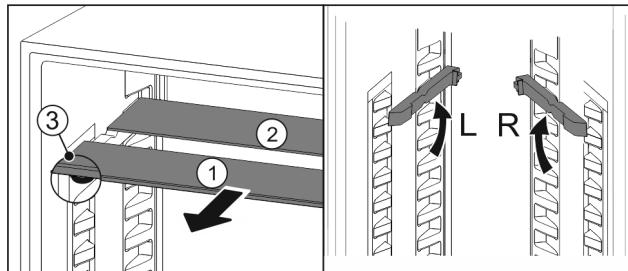

Fig. 107
- По одной извлеките Fig. 107 (1) стеклянные панели движением вперед.
- Стеклянная панель Fig. 107 (1) с декоративной планкой лежит спереди.
- Стопоры Fig. 107 (3) показывают вниз.